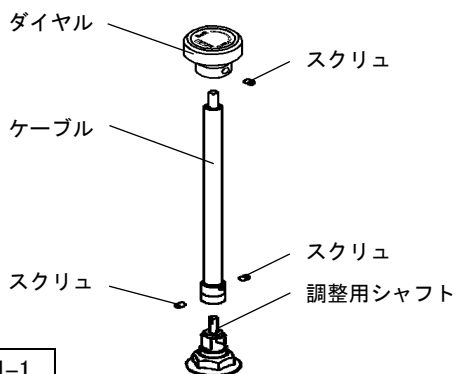
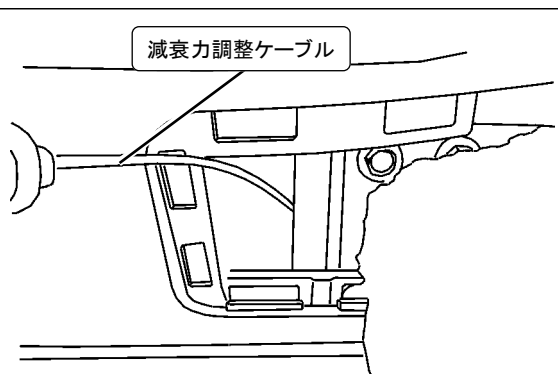

図4-1
図4-2
3. 減衰力調整ケーブル（同梱品）からダイヤルを取外し、リアサスペンションASSY先端の調整用シャフトにケーブルを取付けてください。（図4-1）
4. 調整用シャフト側面の平面部にスクリュの位置を合わせ、ケーブルを固定してください。スクリュの締付けは六角レンチ（1.5mm・同梱品）を使用してください。（図4-1）
5. アクスルビームをジャッキで下から支えながら、減衰力調整ケーブルを図の位置から車内を通し、ケーブルにダイヤルを取付け、スクリュで固定してください。スクリュの締付けは六角レンチ（1.5mm・同梱品）を使用してください。（図4-1・図4-2）
④リアサスペンションASSYローア取付ボルト